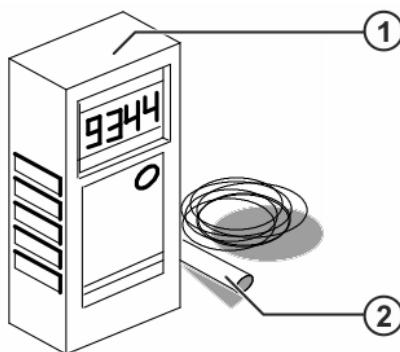

Abb. 9-6: Frequenz-Messgerät
3. Frequenz-Messgerät in Betrieb nehmen (>>> Abb. 9-6).